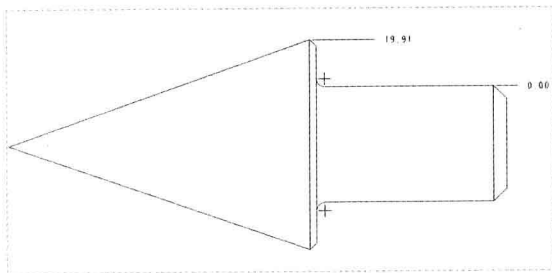

图 3-59 创建基线尺寸标注
Step 04 在标注的基线 0.00 数值上，单击鼠标左键，并拖曳鼠标至中间上方的端点上，单击鼠标左键，向右引导光标至合适位置，单击鼠标中键，即可创建基线尺寸标注，如图3-59所示。